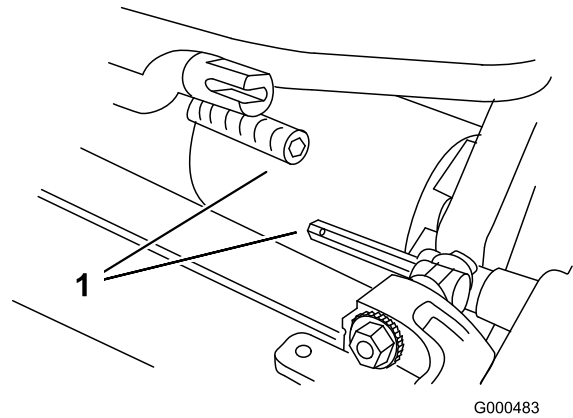

Figura 15
6. Tire de la unidad de corte unas 51 mm hacia adelante, y luego a la derecha, para desconectar el acoplamiento de la transmisión (Figura 15).